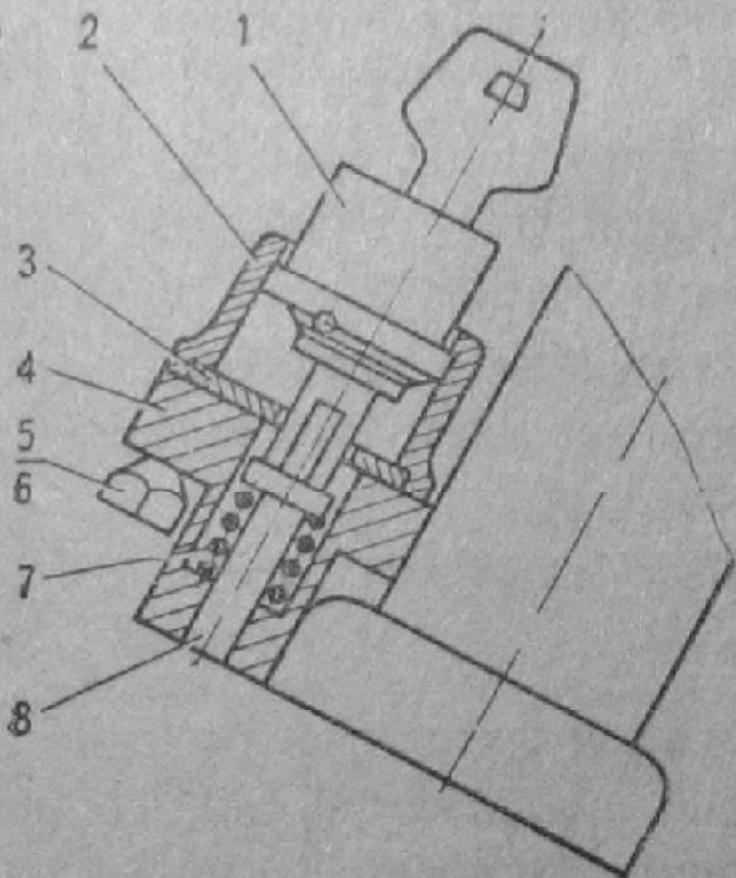

Рис. 1. Противоугонное устройство:
- вставьте пружину 7 (рис. 1) и штырь 8 в гнездо основания 4, приваренного к рулевой колонке;